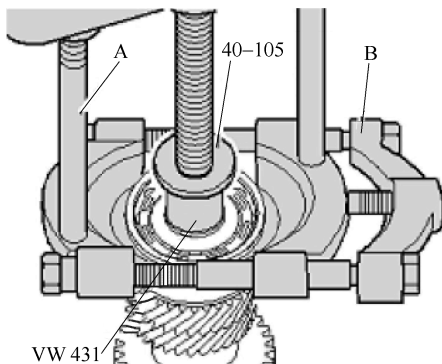

图 8-3-2 安装拉拔工具
- ① 拆下深沟球轴承的卡环。
- ② 安装好拉拔工具，如图 8-3-2 所示。